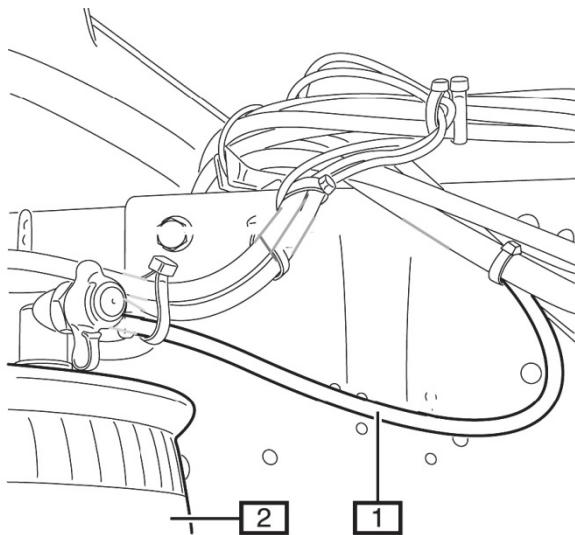

Fig. 3: 1 Zuleitung / Feed pipe / Conduite d'alimentation / Conducto de admisión
- Fig. 3** Den Luftfederkreislauf ganz entlüften.
- Das Luftrohr (1) zum Luftfederbalg (2) im Bereich der Trennstellen reinigen.
- Fig. 3** Completely bleed the air-spring circuit.
- Clean the pipe (1) to the air bellows (2) in the area where you will cut it.
- Fig. 3** Purger complètement le circuit de suspension pneumatique.
- Nettoyer le tuyau d'aérage (1) vers le soufflet de suspension pneumatique (2) à hauteur de la zone de séparation.
- Fig. 3** Purgar completamente el circuito de la amortiguación neumática.
- Limpiar el tubo de aire (1) del fuelle del resorte neumático (2) en los puntos en que se vaya a cortar.